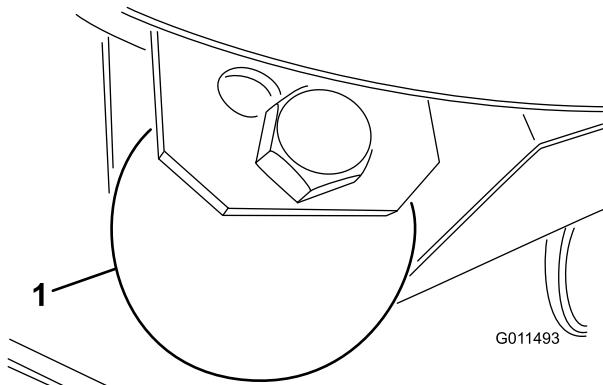

Figura 25
- Retire o parafuso e porca que fixam a roda guia aos suportes da unidade de corte (Figura 25).